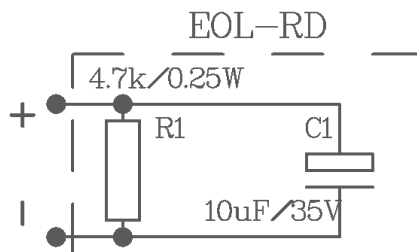

Fig.3
- El EOL será de tipo EOL-RD. (Fig. 3). A la resistencia 4,7k / 0,25W, agregue un condensador electrolítico paralelo 10uF / 35V. Tenga cuidado de observar la polaridad al conectar "+" y "-" del condensador electrolítico. El elemento finito EOL-RD se puede pedir a DMteh Ltd.